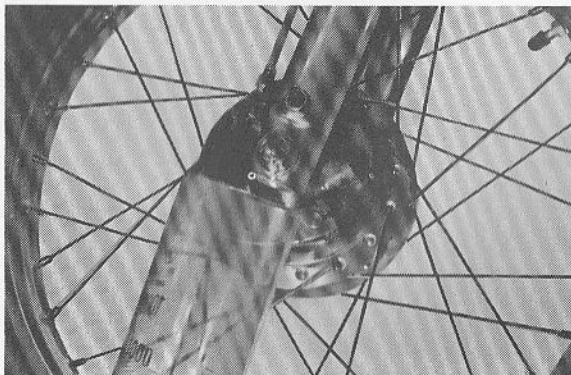

Fig. 2-6-15
3. After most of oil has drained, slowly raise and lower outer tubes to pump out remaining oil. (Fig. 2-6-15)
3. Une fois presque toute l'huile vidangée, relever et abaisser doucement les tubes extérieurs pour évacuer l'huile restante. (Fig. 2-6-15)